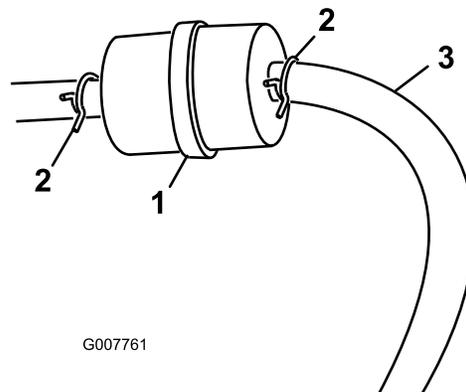

図 26
3. 古いフィルタのクランプをゆるめて脇に寄せる(図 26)。
5. 新しいフィルタをホースに取り付け、クランプで固定する(図 26)。
3. 燃料フィルタについているクランプをゆるめ、フィルタからずらす 図 26。
4. 燃料フィルタから燃料ホースを抜き取る 図 26。
注 落ちてくる燃料を燃料容器または廃油受けに受ける 図 26。
5. フィルタに燃料ホースをつなぎ、クランプで固定する(図 26)。